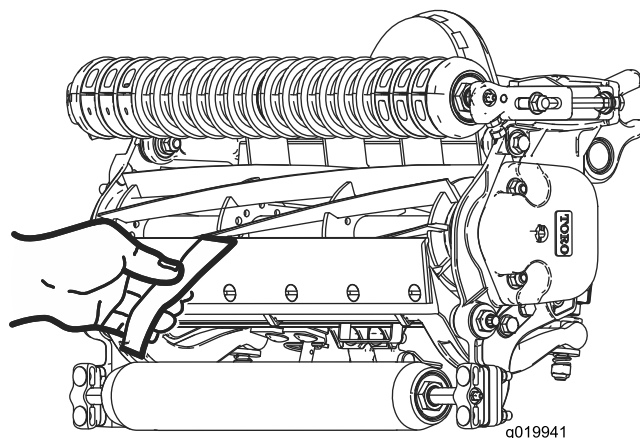

図 20
- 切れ味確認用のペーパートロのパーツ番号 125-5610を一枚、リールと下刃との間に、下刃に対して直角になるように差し入れて、カッティングユニットの切れ味をテストする図 20。ゆっくりとリールを回転させるこれで紙が切れれば合格である。